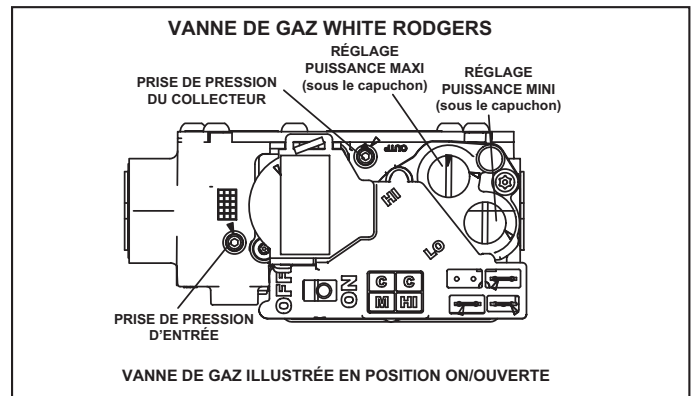

FIGURE 2
Fonctionnement de la vanne de gaz (Figure 2)
- 6 - Mettez l'interrupteur de la vanne de gaz sur OFF/FERMÉE. Reportez-vous à la Figure 2.
- 8 - Mettez l'interrupteur de la vanne de gaz sur ON/OUVERTE. Reportez-vous à la Figure 2.